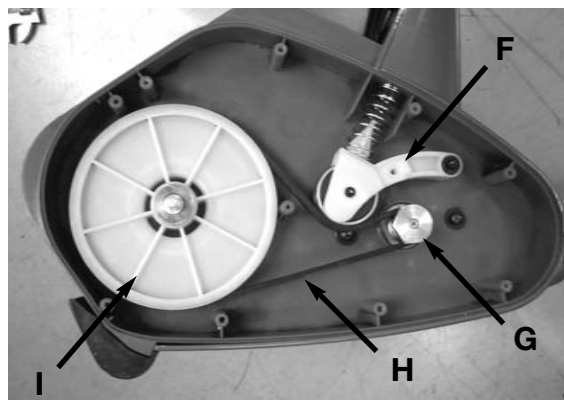

Fig. 9
3. Tire del dispositivo de tensión de la cinta (F) para alejarlo de la polea de transmisión (G). Extraiga la cinta dañada o rota (H) de la polea de transmisión (I) y la polea del interior del hueco. Deshágase de la cinta de la forma adecuada. (Fig. 9)